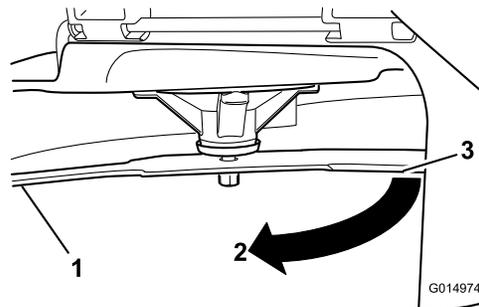

Figura 58
4. Ruotate la stessa lama di 180 gradi in modo che il tagliante opposto si trovi ora nella stessa posizione (Figura 58).